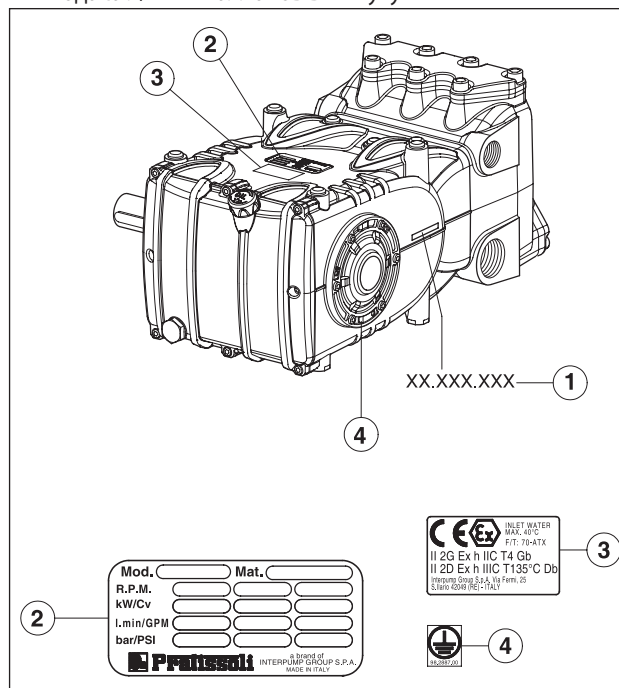

Рис. 1
Каждый насос имеет свой заводской номер XX.XXX.XXX, см. поз. ①, и идентификационную табличку, см. поз. ② на Рис. 1 со следующими данными: